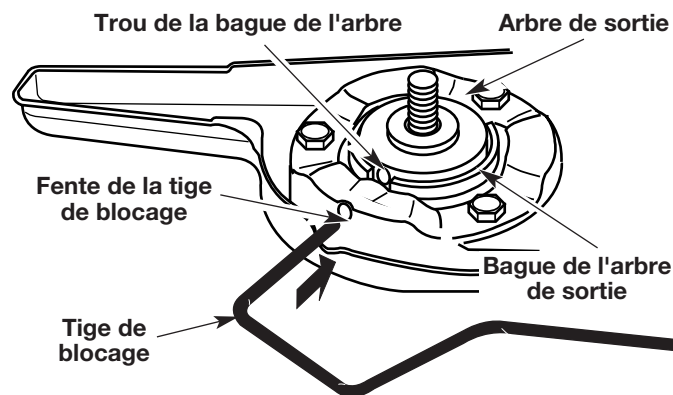
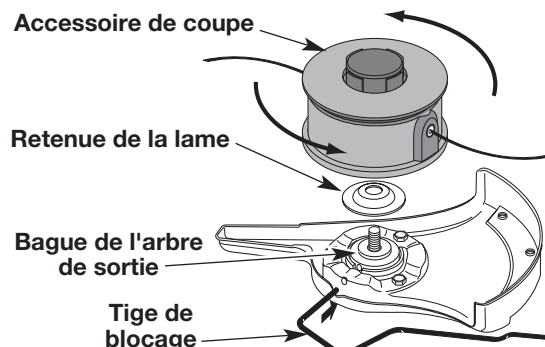

Fig. 7
Fig. 14
1. Alignez le trou de la bague de l'arbre avec la fente de la tige de blocage, puis insérez la tige dans le trou de la bague (Fig. 7).
- Alignez le trou de la bague de l'arbre avec la fente de la tige de blocage, puis insérez la tige dans le trou (Fig. 7).
- Alignez le trou de la bague de l'arbre avec la fente de la tige de blocage, puis insérez la tige dans le trou. (Fig. 7). Placez la retenue de lame sur l'arbre de sortie, la partie plate reposant contre la bague de l'arbre tel qu'indiqué sur la Fig. 14. Vissez l'accessoire de coupe à gauche sur l'arbre. Vissez bien.